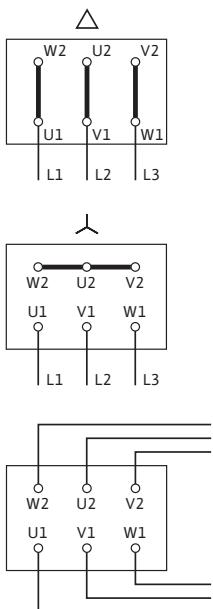

Fig. 17: Подключение к сети
Схема электроподключения находится в крышке клеммной коробки (см. также Fig. 17).
- Подключение к сети зависит от мощности двигателя  $P_2$ , от сетевого напряжения и от типа пуска. Необходимое переключение соединительных перемычек в клеммной коробке можно определить по следующей таблице «Табл. 4. Распределение клемм» на стр. 104 и Fig. 17.